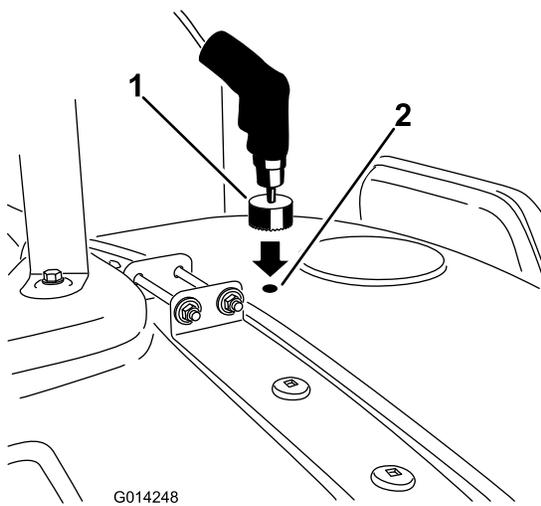

Figura 13
6. Portatevi sul segno di foratura davanti al coperchio del serbatoio e ripetete la procedura per praticare il foro anteriore (Figura 13).